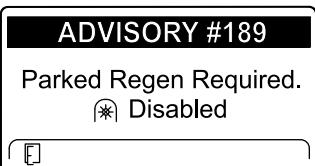

图 46
- 時間以内に駐車再生を行わないと、インフォセンターに駐車再生要求が表示され、PTO が無効化され、アドバイス No.189 が表示されます 図 46。